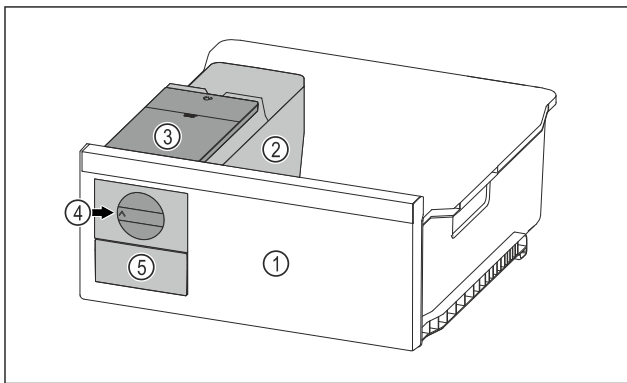

Fig. 120 Voorbeeld
- ▶ Draaiknop Fig. 120 (4) rechtsonder tot aan de aanslag draaien.
- ▷ Ijsblokjes vallen uit de ijsblokjeschaal in de ijsblokjeslade Fig. 120 (5).